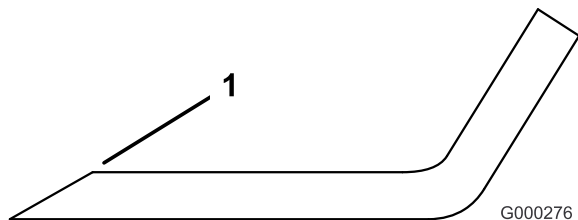

Figura 79
1. Utilice una lima para afilar el filo de corte en ambos extremos de la cuchilla (Figura 79). Mantenga el ángulo original. La cuchilla permanece equilibrada si se retira la misma cantidad de material de ambos bordes de corte.